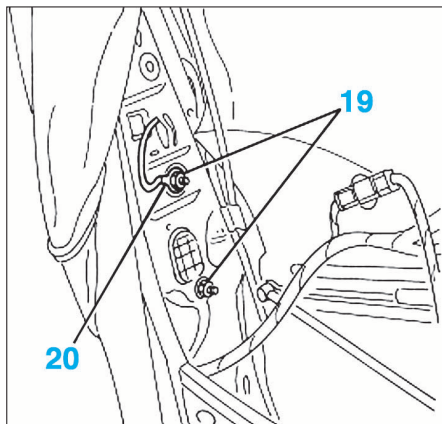

FIG. 17
- Déposer les 2 écrous (19) de fixation (Fig.17).
- Dégager la masse (20).